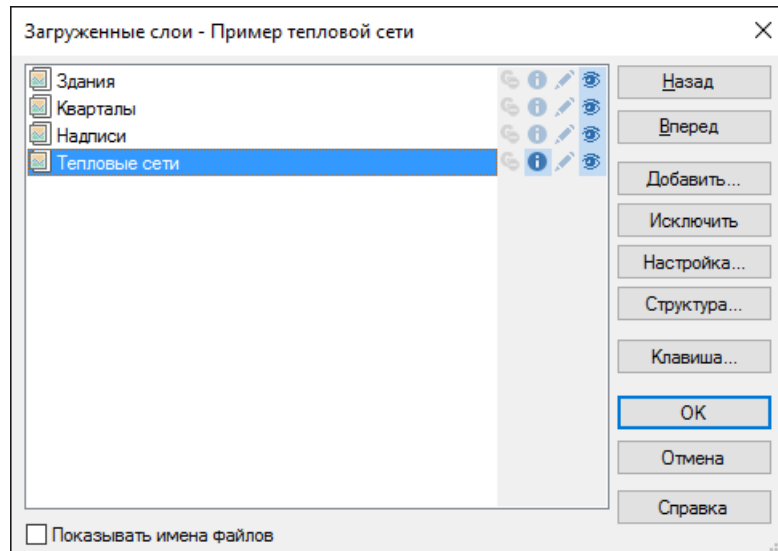

Рисунок 10.3. Окно выбора слоя
3. Нажмите кнопку Слой..., выберите слой рассчитываемой тепловой сети в открывшемся диалог (смотрите Рисунок 10.3, «Окно выбора слоя») и нажмите кнопку ОК чтобы подтвердить выбор и закрыть диалог;